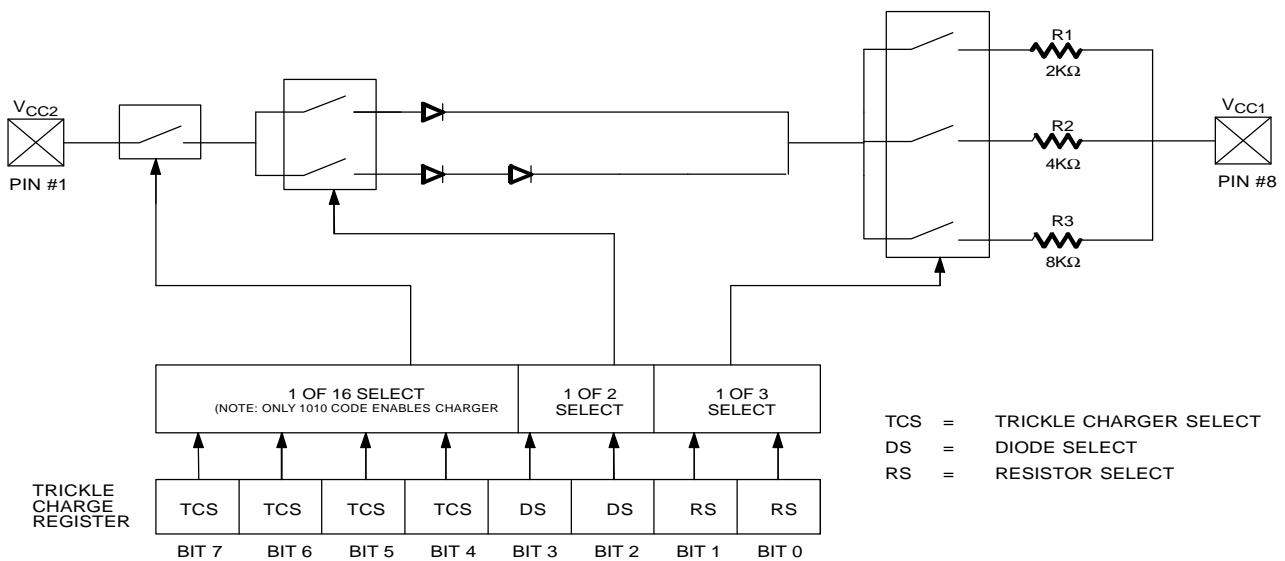

图5 DS1302可编程慢速充电器
这个寄存器控制DS1302的慢速充电特性。图5的简化电路表示慢速充电器的基本组成。慢速充电选择 (TCS) 位 (位4-7) 控制慢速充电器的选择。为了防止偶然的因素使之工作, 只有1010模式才能使慢速充电器工作, 所有其它的模式将禁止慢速充电器。DS1302上电时, 慢速充电器被禁止。二极管选择 (DS) 位 (位2-3) 选择是一个二极管还是两个二极管连接在V_{CC2}与V_{CC1}之间。如果DS为01, 那么选择一个二极